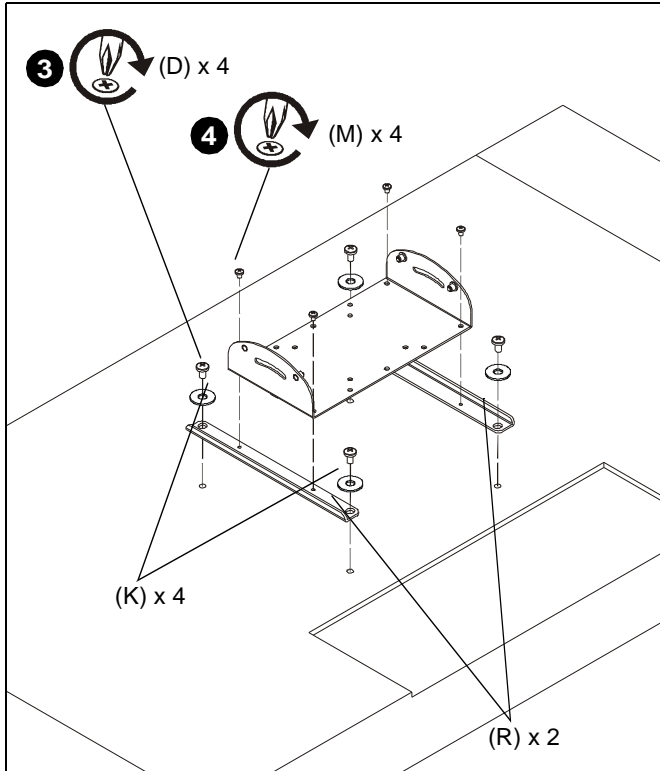

Figura 8
- Utilice cuatro tornillos Phillips M4 x 12 mm de cabeza cilíndrica (D) y cuatro arandelas M4 (K) para fijar dos soportes del adaptador (R) a la parte posterior de la pantalla. (Consulte la Figura 8)
- Use cuatro tornillos Phillips M4 x 5 mm de cabeza plana (M) para asegurar la placa frontal (Q) a los soportes del adaptador (R). (Consulte la Figura 8)